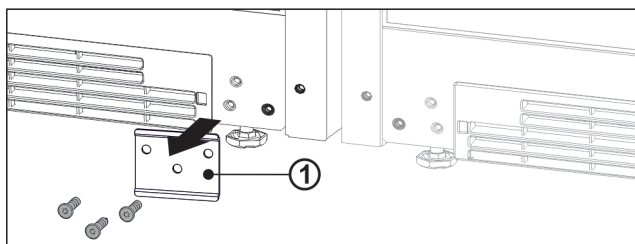

Fig. 13
- Pokud je nainstalován plech Fig. 13 (1), odšroubujte jej.